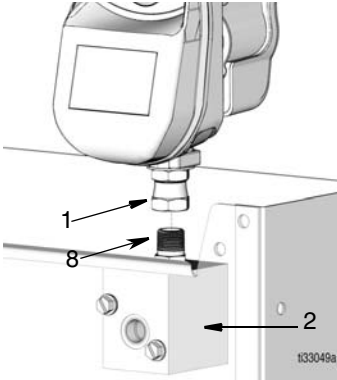

FIG. 12
5. Montare la valvola di erogazione con sistema di dosaggio nel corpo della barra dell'olio collegando il raccordo (1) sulla valvola di erogazione con sistema di dosaggio al nipplo del tubo (8) nel collettore (2) come mostrato in FIG. 12. Serrare saldamente.